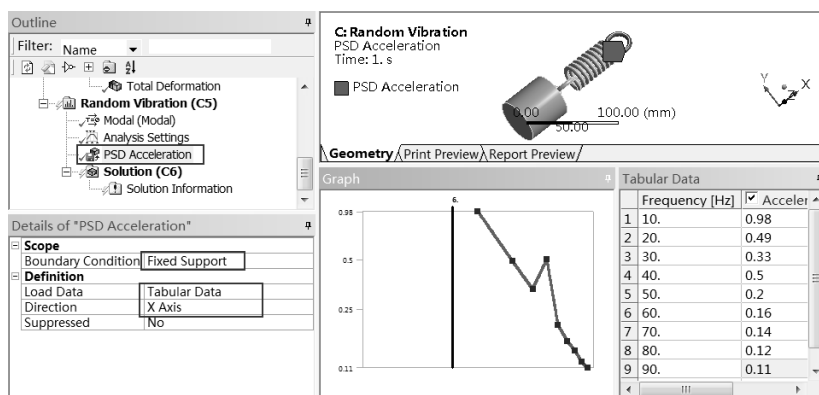

图 10-71 激励设置
Step3：选择 Mechanical 界面左侧 Outline（分析树）中的 Random Vibration（C5）PSD Excitation 命令，在如图 10-71 所示的 Details of “PSD Acceleration”面板中做如下更改。